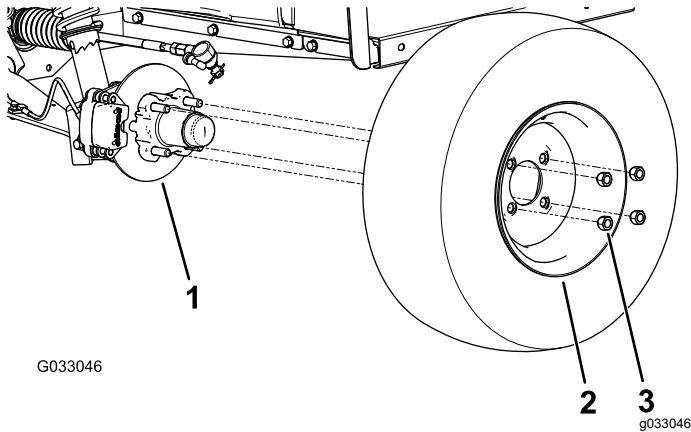

Figure 29
2. Retirez les 4 écrous de roue qui fixent la roue au moyeu (Figure 29).
4. Alignez les trous dans la roue et les goujons du moyeu puis montez la roue sur le moyeu en plaçant la valve à l'extérieur (Figure 29).
5. Fixez la roue au moyeu avec les écrous de roue (Figure 29).